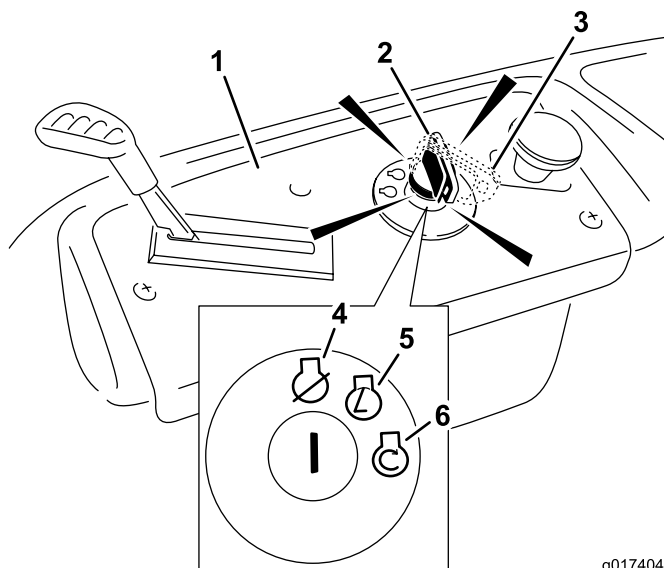

Figura 14
4. Girate la chiave di accensione in posizione Start per attivare il motorino di avviamento (Figura 14).
5. Dopo l'avvio del motore, premere il comando dello starter (Figura 14).
3. Girate la chiave di accensione in posizione Off (Figura 14) e toglietela.